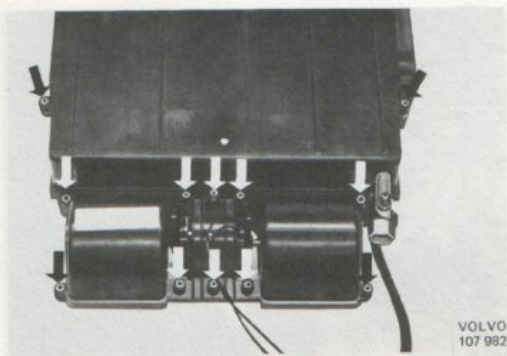

Bild 34. Demontering av överdel för aggregat
3. Demontera förångarhusets överdel (bild 34), samt lyft ur förångaren med termostat.